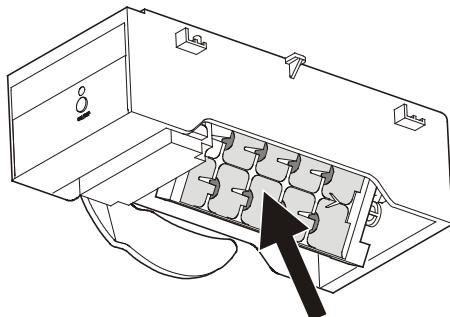

Figura 24
- A continuación, debe vaciarse la bandeja del fabricador de hielo (**Figura 24**). Vea el capítulo “El fabricador de hielo durante las vacaciones” para obtener más información.
Si sale de vacaciones por un período largo, la cubitera del fabricador de hielo (flecha en la **Figura 24**) debe vaciarse.
Al ajustar el fabricador de hielo al estado de vacaciones, la cubitera rotará hacia abajo para que no quede agua (**Figura 24**).
La cubitera del fabricador de hielo rota hacia abajo. Cuando aparece la temperatura interior en la pantalla, la cubitera se encuentra en la posición hacia abajo (**Figura 24**) y el fabricador de hielo se apaga automáticamente.